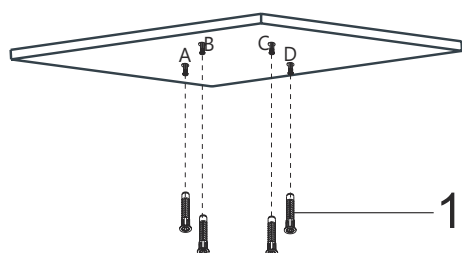

Fig. 10
3. ➔ Sæt nu rawlplugs i de borede huller (Fig. 10).